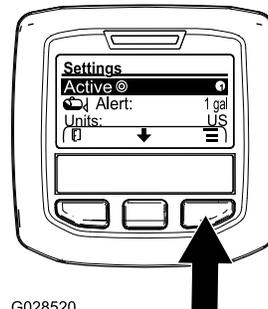

Bild 69
- Drücken Sie die mittlere Auswahltaste, um die aktive Einstellung für die Dosierung zu markieren (Bild 69).
- Drücken Sie die rechte Auswahltaste, um zwischen der Dosierung 1 und 2 zu wechseln (Bild 69).